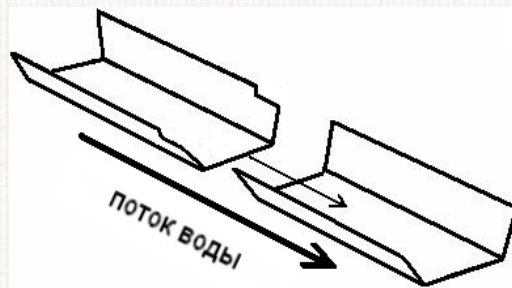

Рис.8
5. Для соединения желобов Вам понадобится ровная поверхность длиной 4-8 м (в зависимости от длины соединяемых желобов). Каждый желоб с одной стороны имеет срезы для легкой стыковки (рис.8). Рекомендуем сразу соединить нужную длину желобов, а затем соединенные желоба вставить в предварительно закрепленные кронштейны.
а) вставьте узкую (со срезами) сторону в широкую на 5-8 см (предварительно обработав силиконом поверхности, которые прикасаются друг к другу) по направлению движения воды (рис.8);